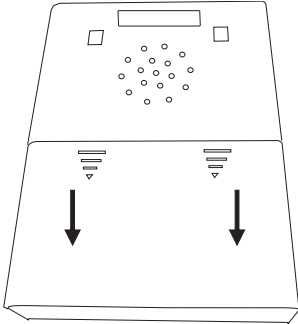

Abbildung 5: Batteriefach des »signalux«-Empfängers
- a) Auf der Rückseite befindet sich ein Batteriefach, dessen Abdeckung Sie vorsichtig nach unten schieben können, so dass sich das Batteriefach öffnet (siehe Abb. 5).